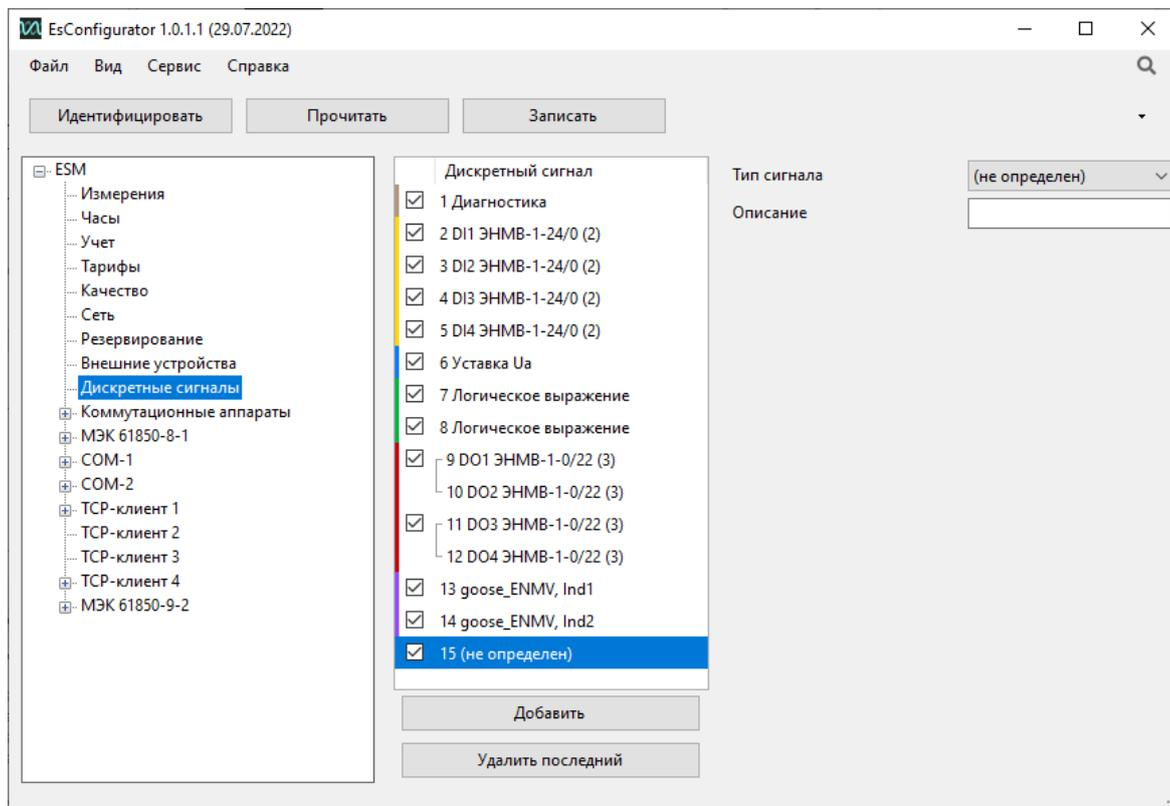

Рисунок 7.14. Настройка параметров дискретных сигналов
7.11.1 На вкладке «Дискретные сигналы» происходит настройка работы дискретных сигналов ESM (рис. 7.14).